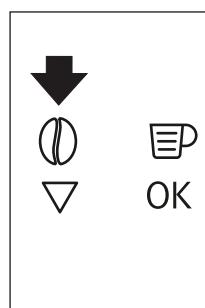

Fig. 15
- ▶ Appuyez sur l'icône ☶ (B4) (Fig. 15) et sélectionnez la fonction de café moulu.